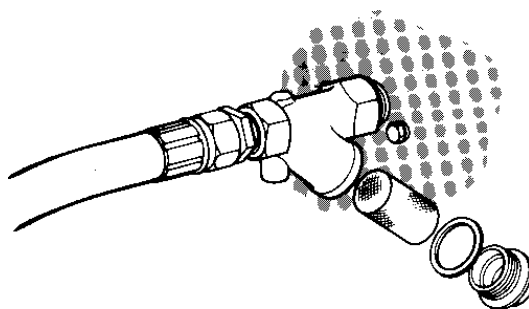

fig. 19
- Remove the hexagonal plug located on the lower side of the filter (**fig. 19**).
- Desmontar el tapón exagonal de la parte inferior del filtro (**fig. 19**).
- Démonter le bouchon hexagonal du dessous du filtre (**fig. 19**).